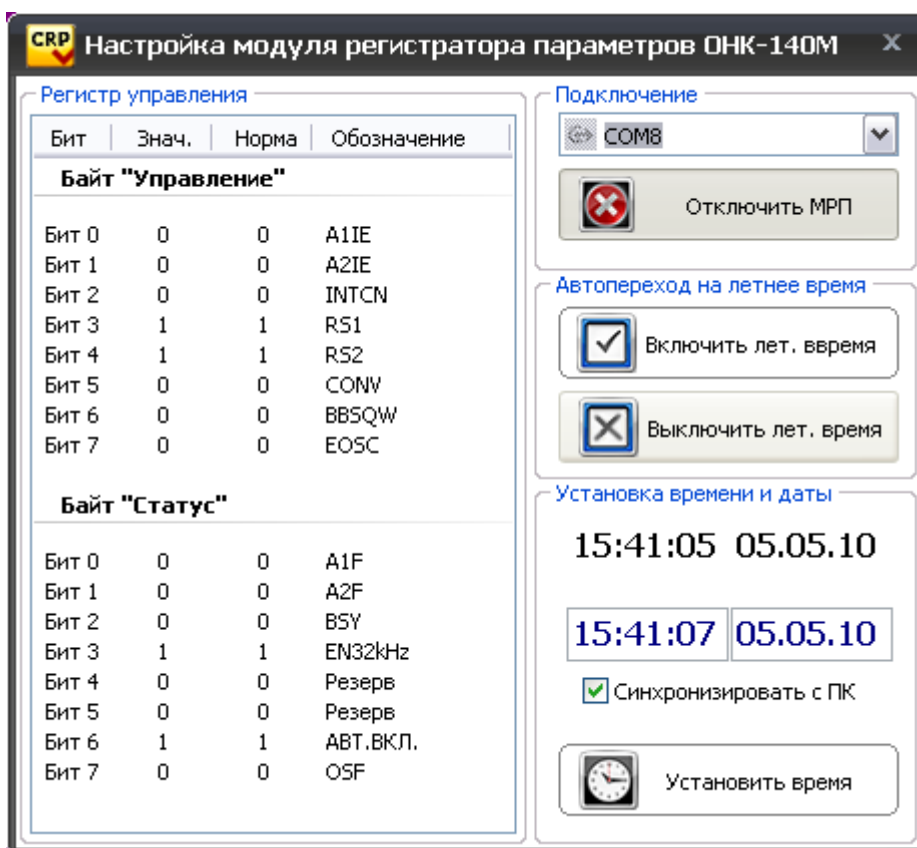

Рисунок 34. Настройка МРП ОНК-140М.
7. В появившемся окне «Настройка модуля регистратора параметров ОНК-140М» (Рисунок 34) в разделе подключение выбрать COM-порт к которому подключен МРП ОНК-140М из списка.
После установки связи с МРП ОНК-140М программа начнет выдавать с периодичностью 1 секунда следующую информацию (Рисунок 34):